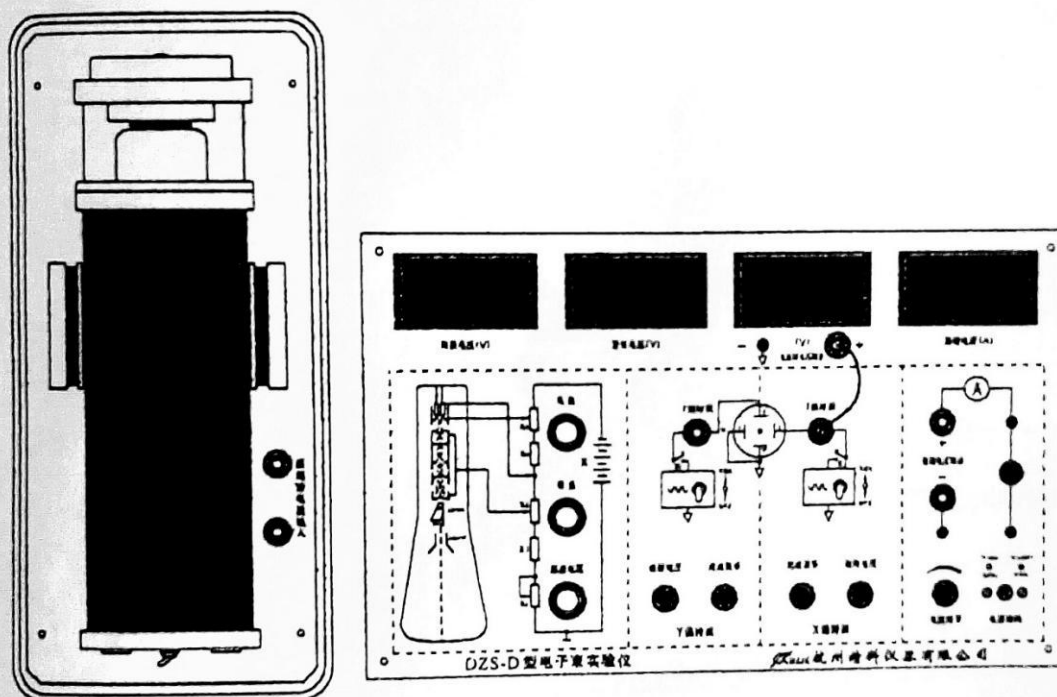

图 7 电偏转实验接线图（仅标出水平偏转接线）
(1) 接线图见图 7
(2) 开启电源开关，将“电子束—荷质比”功能选择开关 K_1 及 K_2 都打到“电子束”位置。适当调节亮度旋钮，使示波管辉度适中，调节聚焦，使示波管显示屏上光点聚成一点，（注意：光点不能太亮，以免烧坏荧光屏。）
(3) 光点调零，如图 7 所示，用导线将 X 偏转板插座与电偏转电压表的输入插座相连接（电源负极内部已连接），调节“X 偏转板”的“偏转电压”旋钮，使电偏转电压表的指示为“零”，再调节“X 偏转板”的“光点调零”旋钮，把光点移动到示波管垂直中线上。
(4) 测量光点移动距离 D 随偏转电压 V_d 大小的变化（X 轴）：调节阳极电压旋钮，使阳极电压固定在 $V_2 = 600V$ 。改变并测量电偏转电压 V_d 值和对应的光点的位移量 D 值，